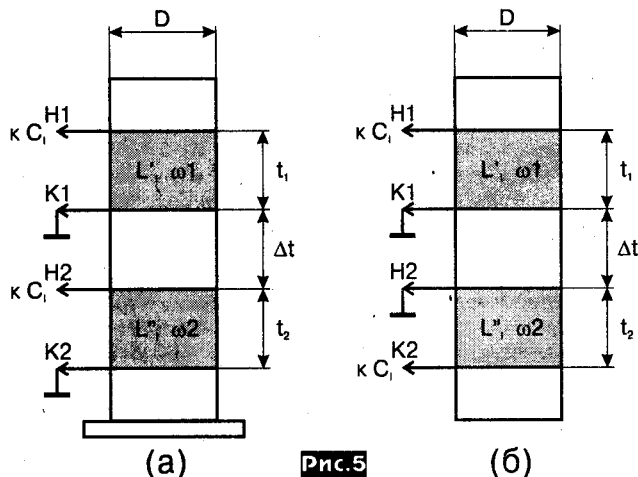

Рис. 5
- наматывается L'_1 (**рис. 5а**) и измеряется $L''_1 = L'_1$,
В качестве каркаса для L'_1 и L'_2 используется корпус одноразового шприца (5 mL), материал которого имеет малые диэлектрические потери, прочен и удобно крепится к плате. Закрепление начала и конца обмотки производится с использованием сквозных отверстий в каркасе, сделанных тонким шилом. Выводы делаются с одной стороны (**рис. 5**) для повышения точности измерений. После изготовления и контрольных измерений в отверстия каркаса вносится по капле клея «Секунда» для сохранения жесткости намотки.
Выбираем $D = 13$ мм, $\omega_1 = \omega_2 = 55$ витков, провод ПЭВ-1, $d_M = 0,23$ мм, $d_{из} = 0,27$ мм, $t_1 = t_2 = 14$ мм, $\Delta t = 2$ мм (**рис. 5а**). Для несогласного включения обмоток: направление намотки одинаковое, схема **рис. 1а**, включение выводов **рис. 5а**. Для согласного включения обмоток: направление намотки одинаковое, схема **рис. 1б**, включение выводов обмотки ω_2 как на **рис. 5б**.